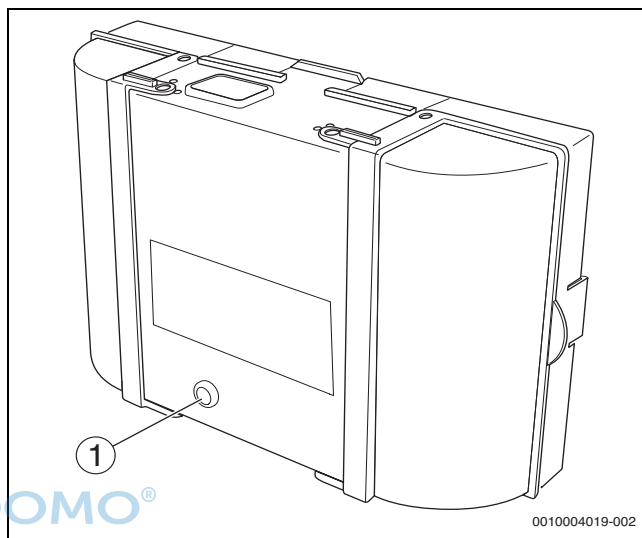

Bild 13 Störungen am Feuerungsautomaten zurücksetzen
- Reset-Taste am Feuerungsautomaten drücken (→Bild 13).